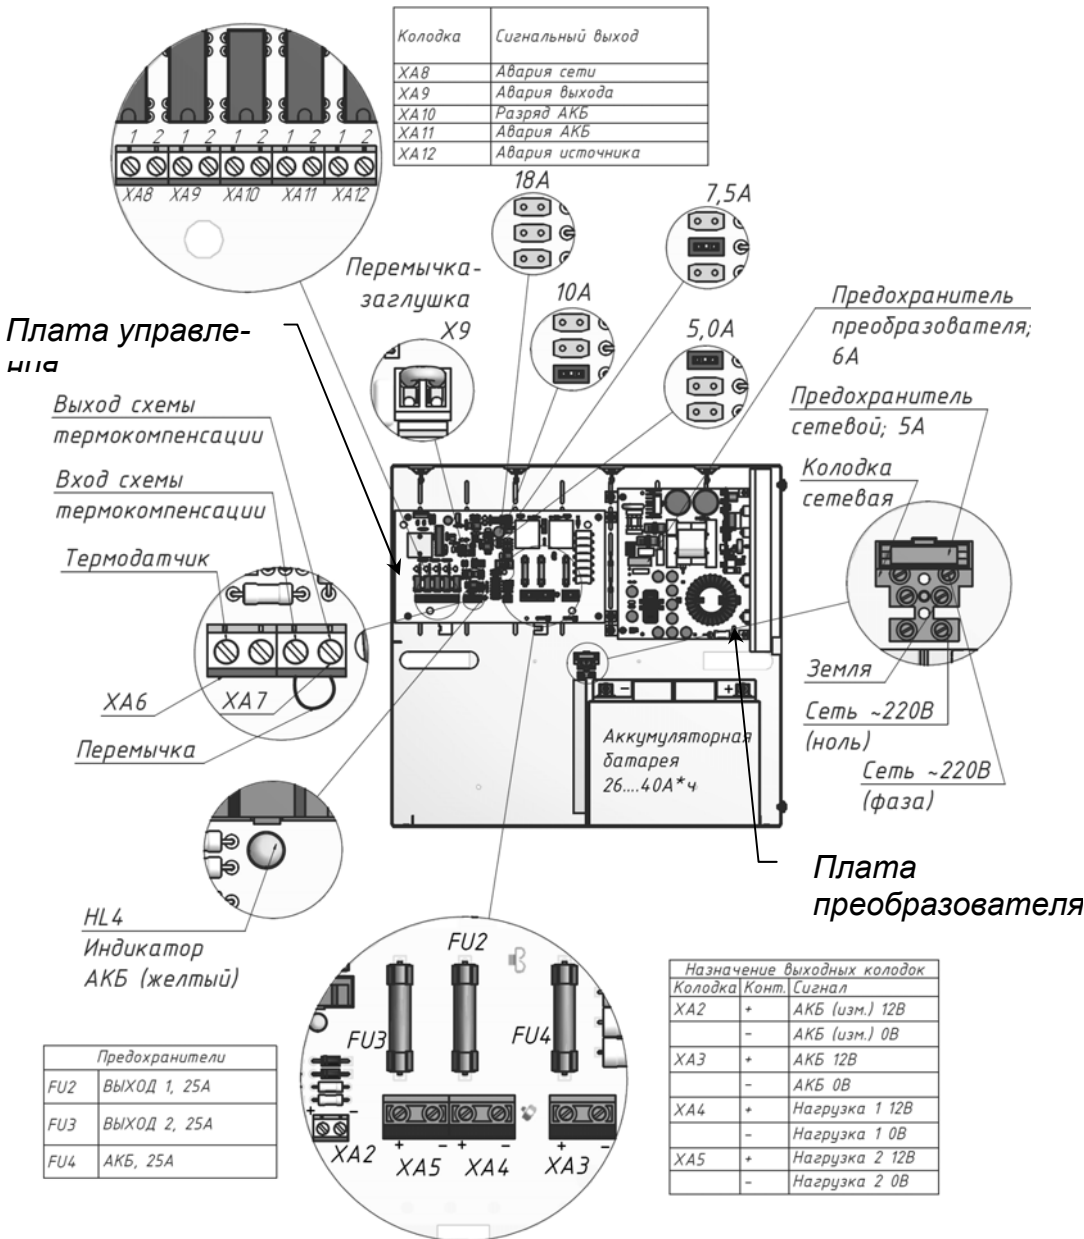

Рисунок 1 Общий вид источника с открытой крышкой
- выдачу информационных диагностических сообщений (подключение внешних цепей индикации) и (или) управление внешними устройствами автоматики замыкающими контактами пяти реле сигнальных выходов (см. рисунок 1 и таблицу 3);
Схемой источника предусмотрен разъем Х9, расположенный на плате управления (см. рисунок 1) и предназначенный для подключения внешнего управляющего контакта «ВЫХОД» (контакт внешнего реле, кнопки или тумблера). Контакты разъема Х9 замкнуты предустановленной переключкой-заглушкой (заводская установка).
Источник обеспечивает ограничение тока заряда АКБ. Выбор одного из четырех значений ограничения тока заряда АКБ осуществляется установкой/удалением соответствующей перемычки типа «джампер» (см. рисунок 1) в соответствии с рекомендациями таблицы 2.
Выполните подключение внешних цепей к источнику в соответствии с назначением клемм подключения (Рисунок 1) в следующей последовательности:
- ♦ Провод заземления подключите к клемме заземления на сетевой колодке (см. рисунок 1).